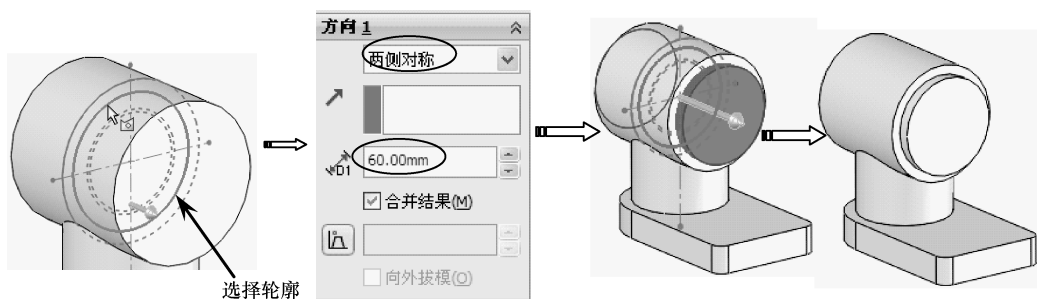

图 1-80 创建第2个拉伸特征
- 08 使用【拉伸凸台/基体】工具，选择草图中直径为【42】的圆作为轮廓，然后创建出两侧对称、拉伸深度为【60】的第2个拉伸特征，如图1-80所示。